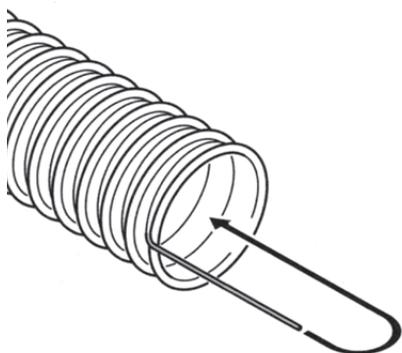

Fig. 12 Esporre il cavo di terra flessibile curvandolo all'interno
- ▶ Esporre circa 5 cm del cavo di terra flessibile su tutte le estremità del tubo e piegare verso l'interno nel tubo – Fig. 12.